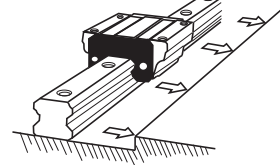

Abb. 3 Bezugsseite korrekt ausrichten
2. Die THK-Führungsschiene vorsichtig auf dem Maschinenbett auflegen, die Befestigungsschrauben einsetzen und leicht anziehen, bis die THK-Führungsschiene an der Montagefläche und Anschlagsschulter fest anliegt. (Die Markierung der THK-Führungsschiene muß zur Bezugsseite des Maschinenbettes weisen) (Abb. 3)